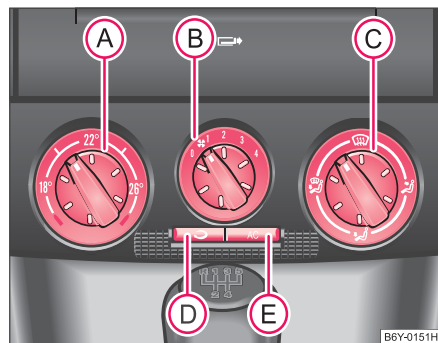
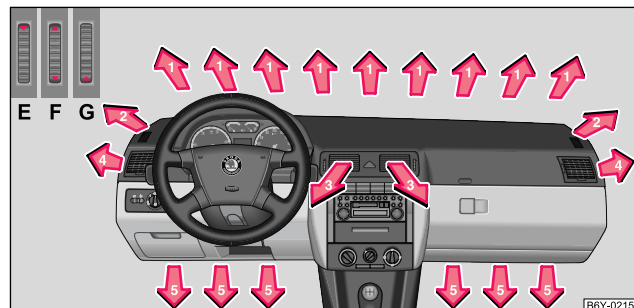

Fig. 80 Climatiseur:
Fig. 81 Diffuseurs d'air
Le climatiseur se met en marche après avoir appuyé sur la touche  **⇒ page 93, fig. 80 (E)**, les conditions ci-après devant en outre être remplies:
- Faites tourner le régulateur rotatif (A) ⇒ fig. 80 vers la droite pour augmenter la température.
- Faites tourner le régulateur rotatif (A) vers la gauche pour abaisser la température.
- Régulateur rotatif (A) ⇒ page 93, fig. 80 à fond vers la droite
- Régulateur rotatif (B) sur la position 4
- Régulateur rotatif (C) sur la position
- Diffuseurs d'air 4 ⇒ page 95, fig. 81 ouverts et orientés vers la vitre latérale.
- Régulateur rotatif (A) ⇒ page 93, fig. 80 à fond vers la gauche
- Régulateur rotatif (B) sur la position souhaitée
- Ouvrir les diffuseurs d'air 3 et 4 ⇒ fig. 81
- Couper l'air de recyclage en appuyant sur la touche (D)
- Couper le refroidissement en appuyant sur la touche (E)
- Appuyez sur la touche  ⇒ page 93, fig. 80, le symbole  s'allume.
La circulation d'air de recyclage s'arrête automatiquement si l'on met le régulateur de diffusion d'air (C) sur la position  ⇒ page 93, fig. 80. En appuyant de nouveau sur la touche (D), vous pouvez également réenclencher l'air de recyclage sur cette position.
De l'air chaud ou froid arrive par les diffuseurs d'air ouverts selon la position du régulateur rotatif (A) ⇒ page 93, fig. 80 et selon les conditions climatiques. ►